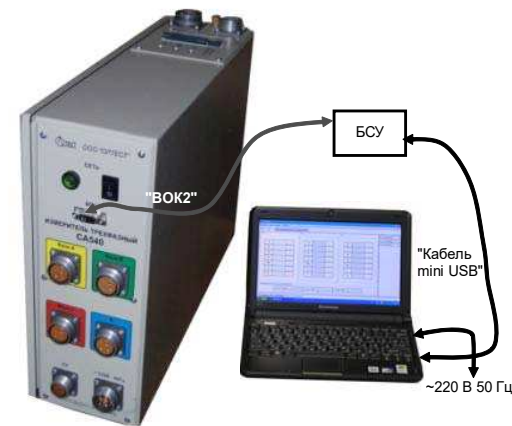

Рисунок 8.8
1) Собрать схему (рисунок 8.8). Установить на БСУ выключатель в пс